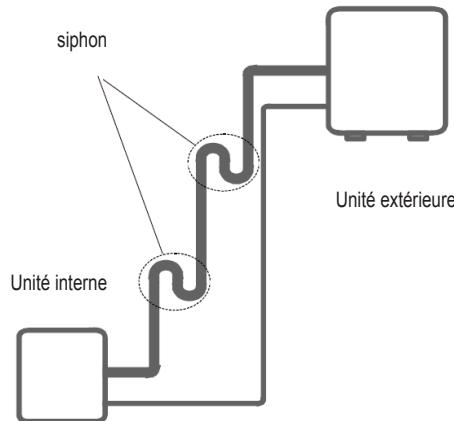

fig. 5 -
**Unité extérieure en haut et unité intérieure en bas ("fig. 5 -").**